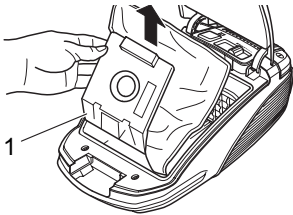

Abb. 18
2. Ziehen Sie den Staubbeutelhalter (Abb. 18/1) nach oben heraus.
7. Schieben Sie den Staubbeutelhalter (Abb. 18/1) wieder in die dafür vorgesehene Schiene ein.